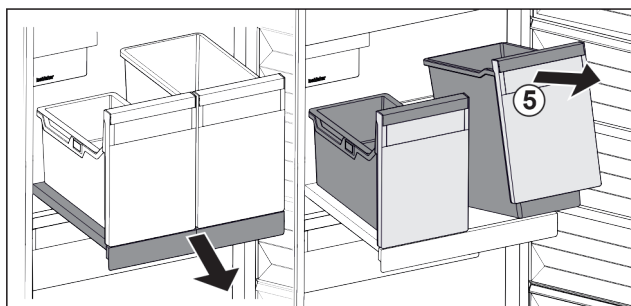

Fig. 18
- ▶ Soulever les bacs Fig. 18 (5) par l'avant.